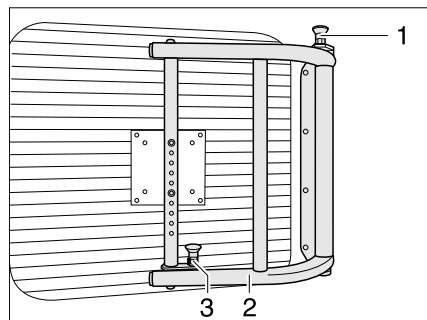

Bild 61 Schwenkarm für Flachbildschirm
- Entriegelungsknopfe (Bild 61,1 und 3) nach oben ziehen, um den Schwenkarm zu entriegeln.
- Flachbildschirm mit der Halterung (Bild 61,2) in die gewünschte Position schwenken.